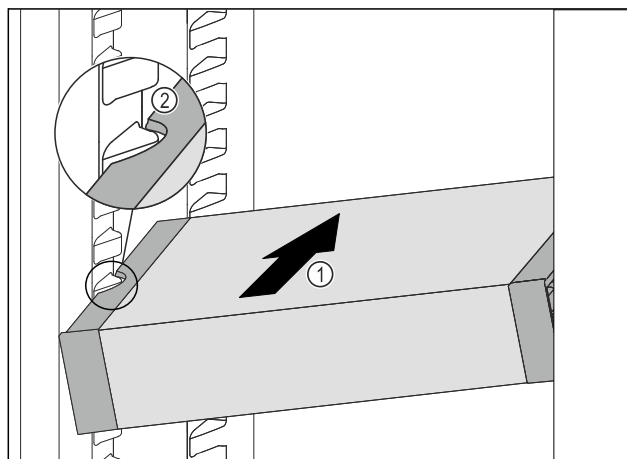

Fig. 63
- ▶ Sæt VarioSafe på skrå ind i kølesektionen, Fig. 63 (1) indtil udsparringerne i siden Fig. 63 (2) på VarioSafe er på niveau med beholderribben i kølesektionen.